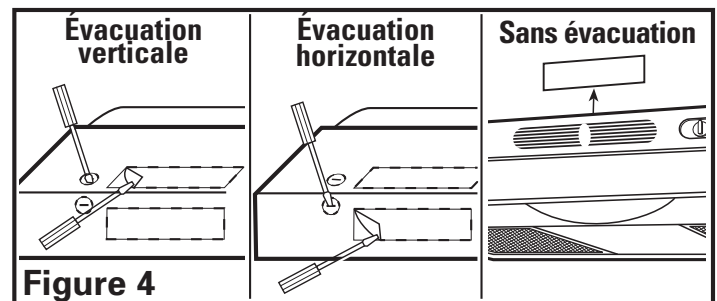

Figure 4
- Évacuation horizontale ou verticale** – Retirez la pièce rectangulaire défonçable. Pour ce faire, insérez un tournevis dans le pourtour et brisez les attaches qui le retiennent. Enlevez ensuite la pièce avec des pinces (**Figure 4**).
- Sans évacuation** – Soulevez et retirez le panneau de l'évent situé derrière la grille, exposant ainsi l'entrée d'air frontale. N'utilisez pas de tournevis ni tout autre objet qui pourrait égratigner la hotte (**Figure 4**).
- Déterminez par où les fils entreraient dans la hotte et retirez l'entrée électrique défonçable appropriée. Pour ce faire, insérez un tournevis dans la fente et faites un mouvement de va-et-vient jusqu'à ce que la pièce se détache (**Figure 4**).
REMARQUE : INSTALLATION SANS ÉVACUATION SEULEMENT – Si ce n'est déjà fait, retirez le panneau de l'évent situé derrière la grille (**Figure 4**).